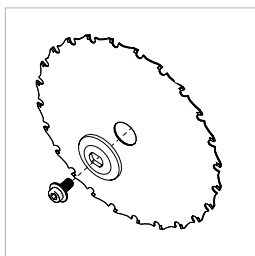

Fig. 20b
- Instale la brida exterior de la hoja y el perno de la brida. **(Fig. 20b)**